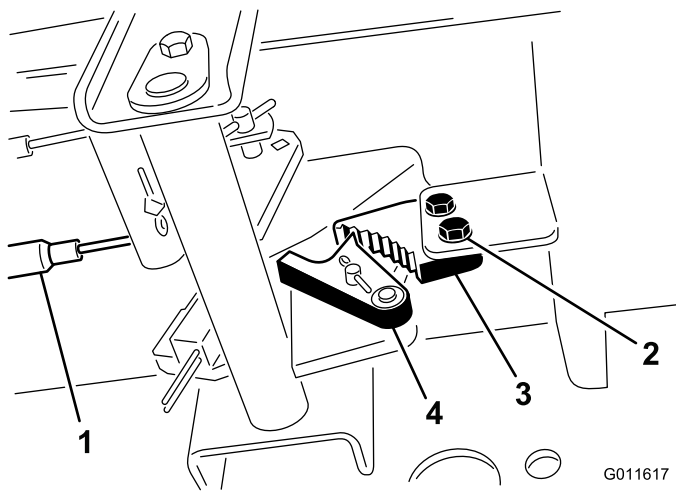

Bild 53
1. Lösen Sie die zwei Schrauben, mit denen die Sperre der Feststellbremse am Rahmen befestigt ist (Bild 53).
2. Drücken Sie das Pedal der Feststellbremse nach vorne, bis der Bremsauslöser ganz an der Bremssperre greift (Bild 53).